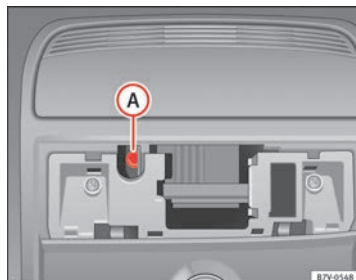

Fig. 196 Vite a brugola per la chiusura del tettuccio scorrevole panoramico.
- Inserire una normale chiave a brugola¹⁾ da 4 mm nella vite a brugola ⇒ fig. 196 (A).